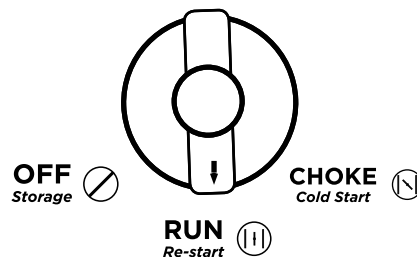

Figure 9: Tournez le commutateur moteur / carburant sur RUN
6. Lorsque le moteur démarre et se stabilise, ramenez le starter sur la position RUN (voir Figure 9).